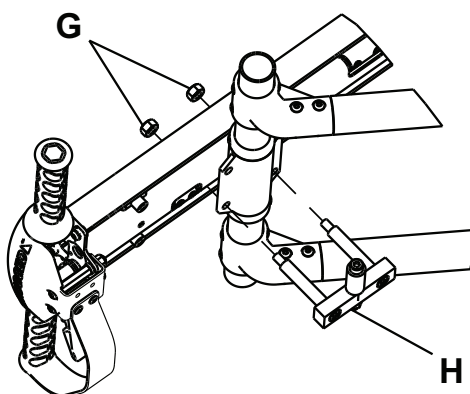

Figura 8 – Gruppo delle rotelle
8. Utilizzando una chiave Allen M6 e una chiave inglese M13, installare il gruppo delle rotelle fornito in dotazione (H) e i dadi (G) sul supporto del tubo a scorrimento (Figura 8).